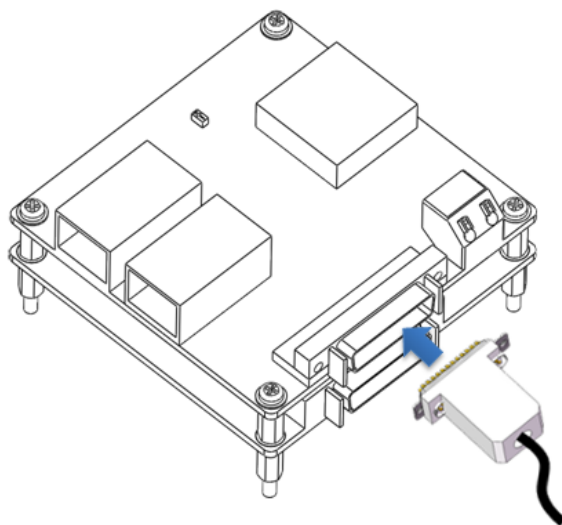

图 3-10 安装 IO 信号线
3. 将 IO 接头插入 IO 接口，如（图 3-10）所示：